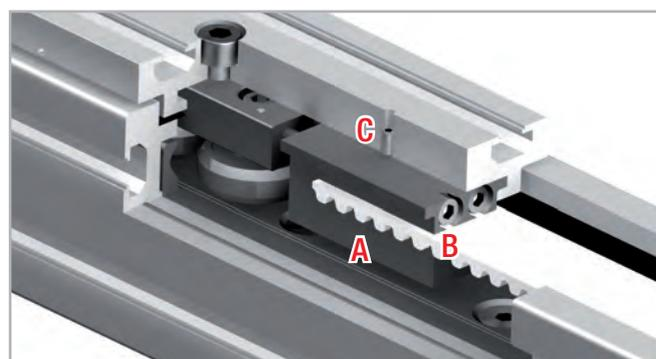

Fig. 51
1. Desserrez les vis de blocage C (en haut sur le chariot) du dispositif de serrage de la courroie A (voir fig. 51).